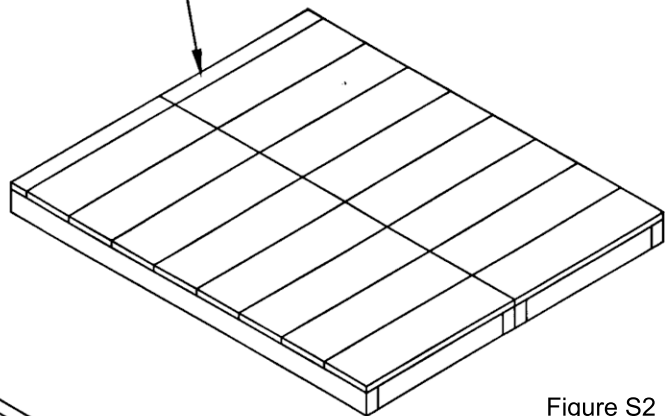

Figure S2
3. 床パネルを接合したら表に返し、あらかじめ水平にしておいた基礎ブロックの上に載せます(図S2参照)